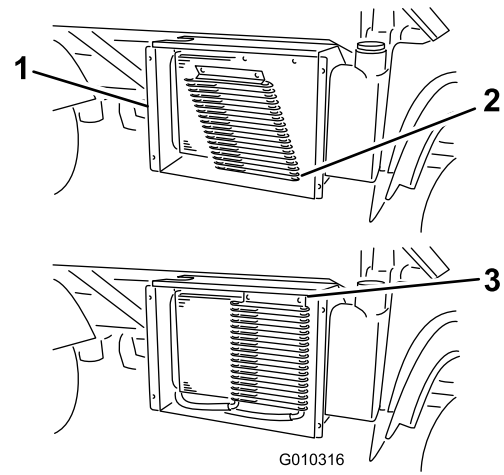

Figura 54
- Si está instalado, abra los cierres y gire el enfriador de aceite, separándolo del radiador (Figura 54).